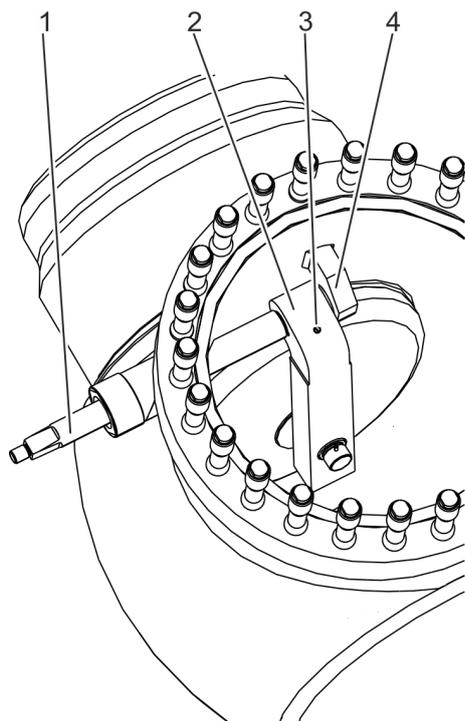

Fig. 26: Montar el eje de la clapeta
- 13.** Introduzca el eje de la clapeta (Fig. 26/1) en el brazo de la clapeta (Fig. 26/2) y la pieza de sujeción (Fig. 26/4) en el cuerpo de la válvula.
- 14.** Desenrosque el cáncamo macho del orificio (Fig. 26/3) en el brazo de la clapeta.